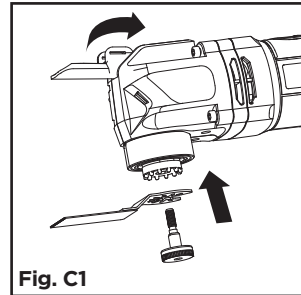

Fig. C1
- 3) Réinsérez le flasque (9), puis appuyez sur le flasque (9) pour maintenir la lame ou un autre accessoire temporairement en place. Fermez le levier de blocage (1) dans sa position d'origine pour fixer l'accessoire. (Voir fig. C1, C2)